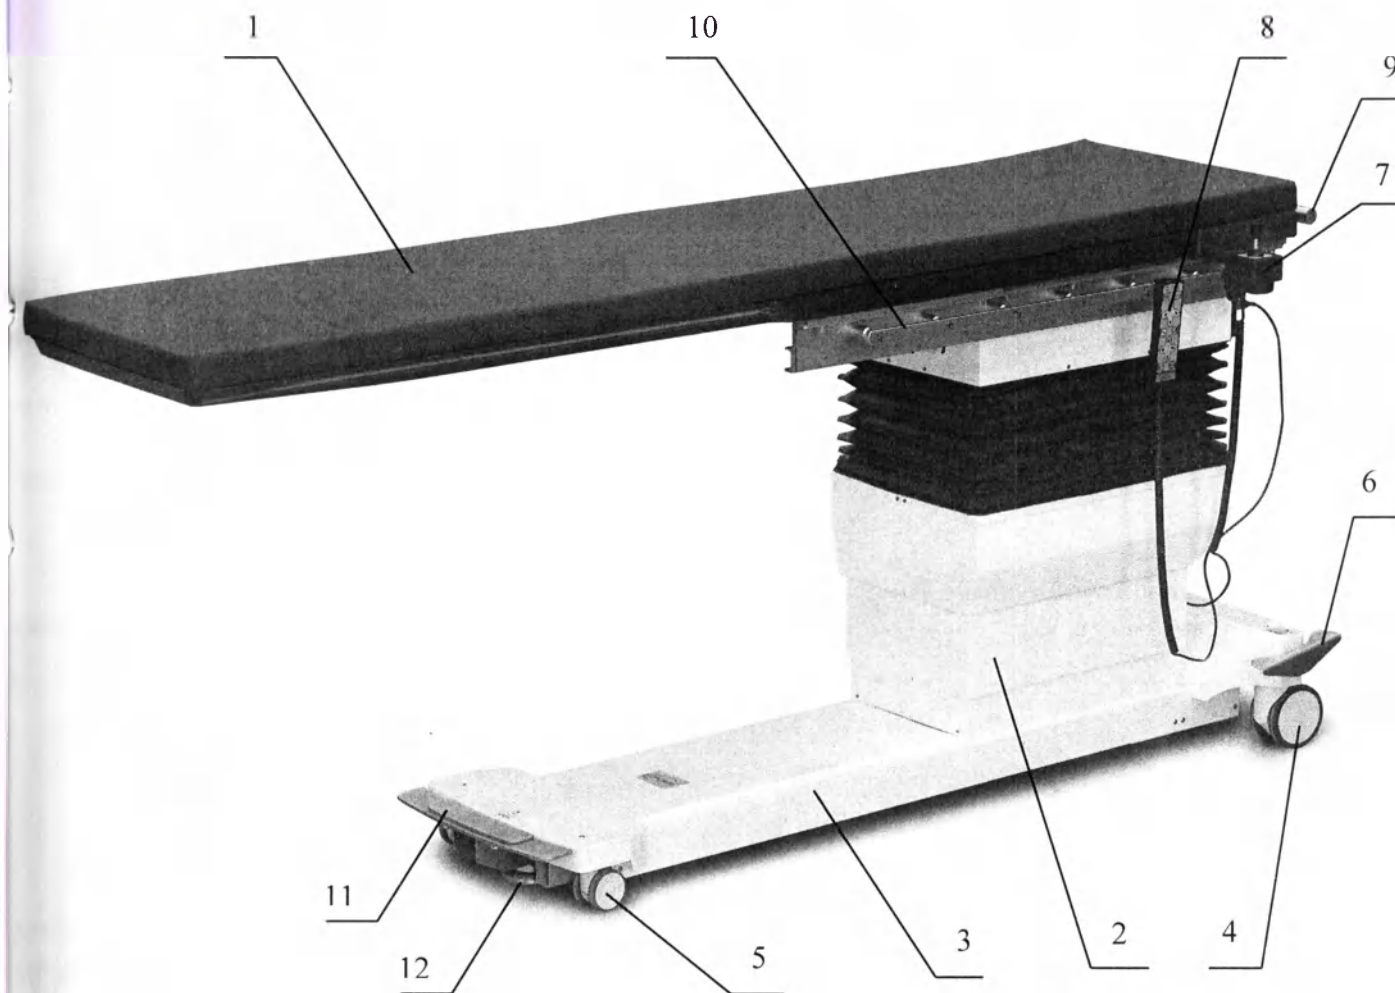

Рисунок 1. Стол рентгенохирургический Медин-Сафис
6.1 Стол рентгенохирургический МЕДИН САФИС (Рисунок 1) состоит из столешницы, станины и направляющей колонны.
Тумба состоит из станины 3 и направляющей 2 (Рисунок 1). В тумбе смонтирован электрический привод, который управляет всеми движениями панели стола:
Тумба снабжена колёсами и выдвижной опорой. Перевод стола в зафиксированное (стационарное) положение производится нажатием ногой на педаль 11(Рисунок 1) до упора и на педаль тормоза колес 6 (Рисунок 1). При этом поворотные колеса Ø75 поз.5 отрываются от пола и стол устанавливается на регулируемую опору. Поднятием педали вверх стол опускается на колеса в транспортное положение.Нажатием на педаль 6 в другую сторону растормаживаются колеса Ø125мм поз.4.
- 9.6 Проверьте надежность установки стола на опору 12 (Рисунок 1).. При необходимости отрегулируйте опору.
- 9.7 Вставьте разъемы пультов управления в гнезда, расположенные в верхней части направляющей колонны 2 стола (Рисунок 1).